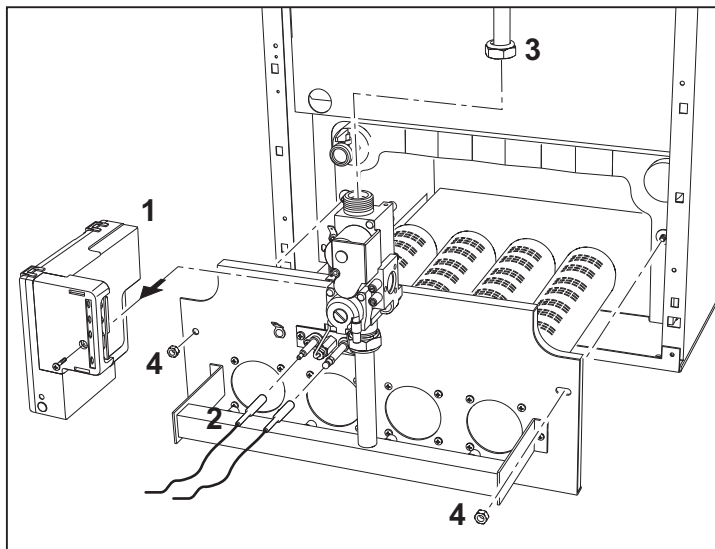

fig. 7
2. Ôter le module électronique de commande « 1 » de la vanne à gaz (fig. 7) ;